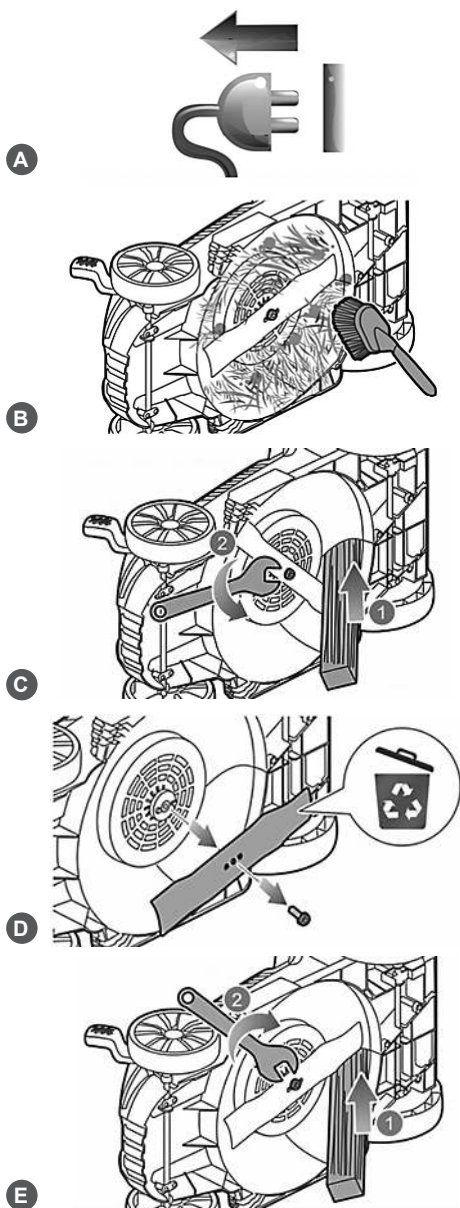

Рис. 22 Замена ножа
2. Возьмите одной рукой нож и крепко держите, или установите деревянный брусок 1 и зафиксируйте нож от проворачивания (Рис. 22).
3. Установите гаечный ключ 2 (в комплектность не входит) и открутите против часовой стрелки болт крепления ножа (Рис. 22).
5. Установите новый нож на адаптер 2 (Рис. 22) так, чтобы:
6. Возьмите одной рукой нож и крепко держите, или установите деревянный брусок 1 и зафиксируйте нож от проворачивания (Рис. 22).